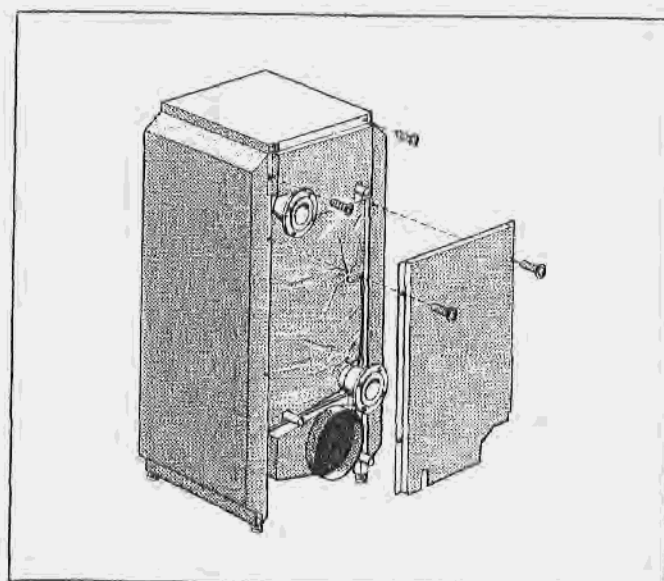

Fig. 14
- Poser la paroi arrière supérieure sur les arêtes des parois latérales et la visser à gauche et à droite à l'aide d'une des vis Parker dans le capot et l'arête des parois latérales (fig. 14).
- Poser la paroi arrière inférieure sur les arêtes des parois latérales et la visser à gauche et à droite à l'aide de 2 vis Parker (fig. 14).